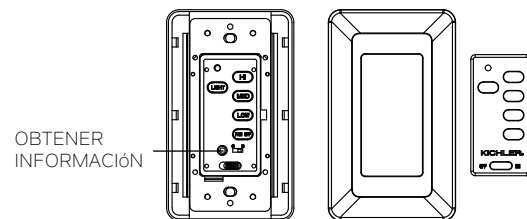

Fig. 30
Paso 1. Una vez finalizada la instalación, oprima el botón LEARN (OBTENER INFORMACIÓN) durante 3 segundos dentro de los 30 segundos posteriores a haber conectado el suministro de CA. El ventilador se encenderá a velocidad media y se encenderá la luz (si estuviera instalada). Esto confirma que la configuración de SINCRONIZACIÓN INTELIGENTE está activa y funciona de manera adecuada. (Fig. 30)
Vuelva a conectar la energía al ventilador de techo y pruebe su funcionamiento adecuado. (Fig. 30)